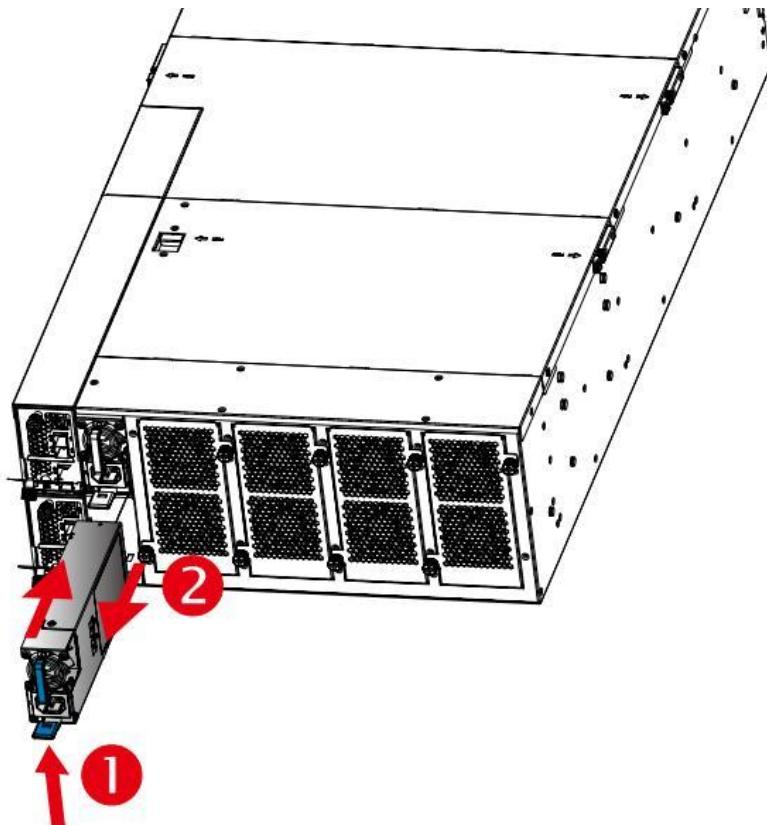

Рисунок 152 – Демонтаж модуля блока питания
3. Нажав и удерживая рычаг фиксатора, выдвинете блок питания из корпуса модуля хранения. (см. Рисунок 152).